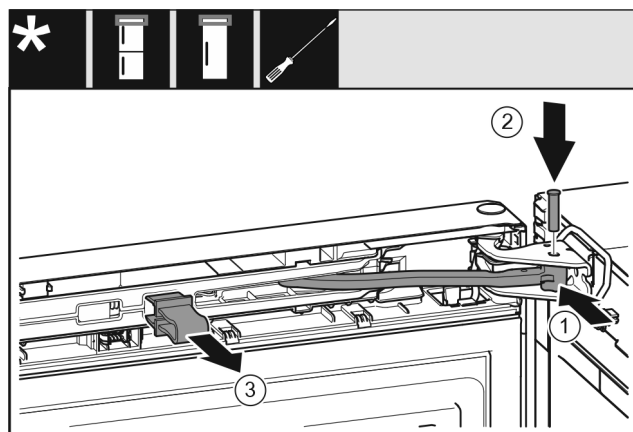

Fig. 61
- ▶ Gelenk Fig. 61 (1) in Lagerbock drehen.
- ▶ Bolzen Fig. 61 (2) in Lagerbock und Gelenk einsetzen. Dabei darauf achten, dass der Rastnocken korrekt in der Nut sitzt.
- ▶ Sicherung Fig. 61 (3) abnehmen.